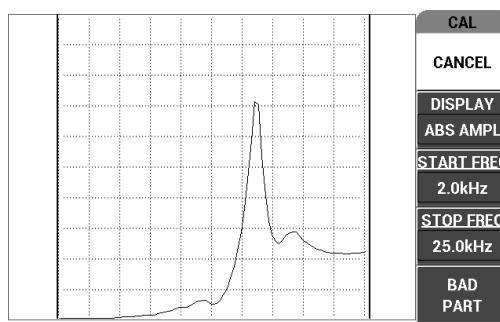

**Рис. 6-62 Приложение для выявления мелких отслоений и отремонтированных участков**
3. Выберите приложение **Мелкие отслоен.**, затем нажмите ✓ (см. Рис. 6-62 на стр. 175).